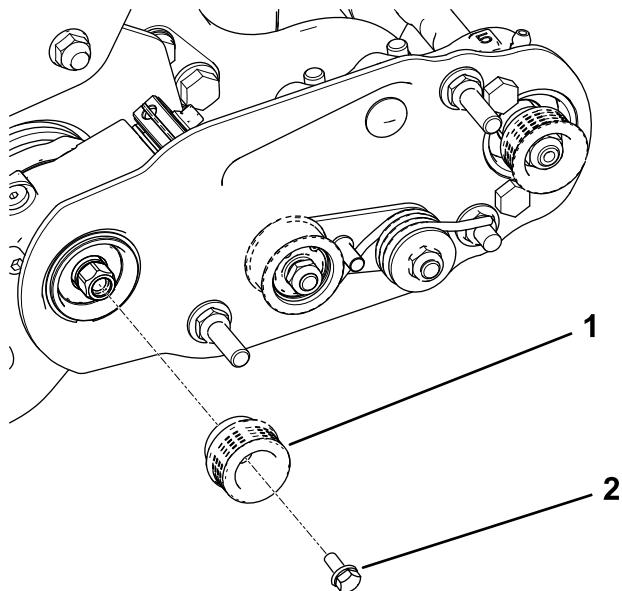

図 13
2. グルーマシャフトに駆動プーリを取り付ける **図 13。**
3. フランジヘッドボルトに 242 ロクタイト青を塗り、これを使ってプーリを駆動シャフトに取り付ける **図 13**を参照。